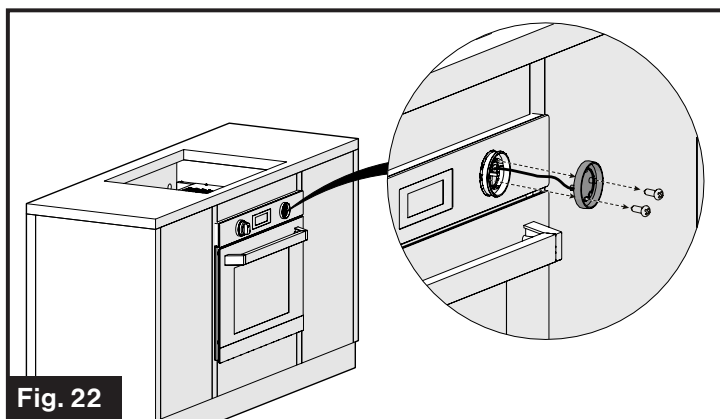

Fig. 22
2. Retirez les deux vis qui retiennent le voyant DEL à l'aide d'un tournevis Phillips. (Fig. 22)